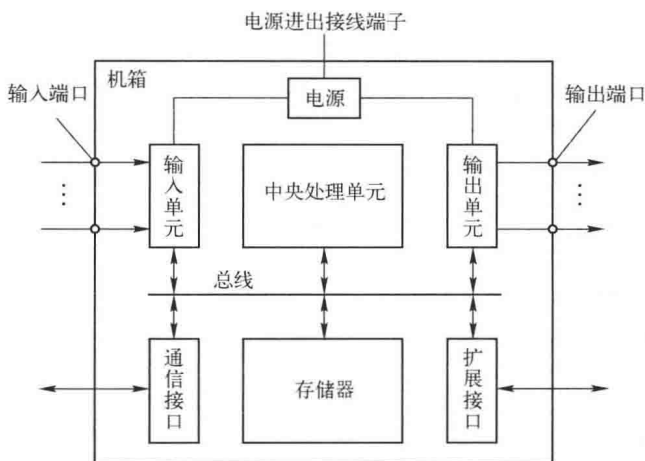

图 1-7 整体式结构
- ☉ 整体式结构：是把中央处理单元、存储器、I/O 单元、I/O 扩展接口单元、外部设备接口单元和电源单元等集中在一个机箱内，I/O 端子及电源进出接线端子分别设置在机箱的两侧，如西门子公司的 S7-200，如图 1-7 所示。这种结构具有输入/输出点数少、体积小等优点，适用于单体设备的开关量自动控制和机电一体化产品的开发应用等场合。